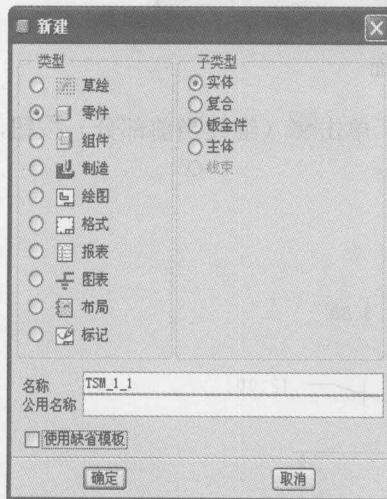

图 1-5 “新建”对话框
2) 在“类型”选项组中选择“零件”单选项，在“子类型”选项组中选择“实体”单选项；在“名称”文本框中，输入 TSM_1_1；并单击“使用缺省模板”复选项，以取消使用缺省模板。此时，“新建”对话框如图 1-5 所示。